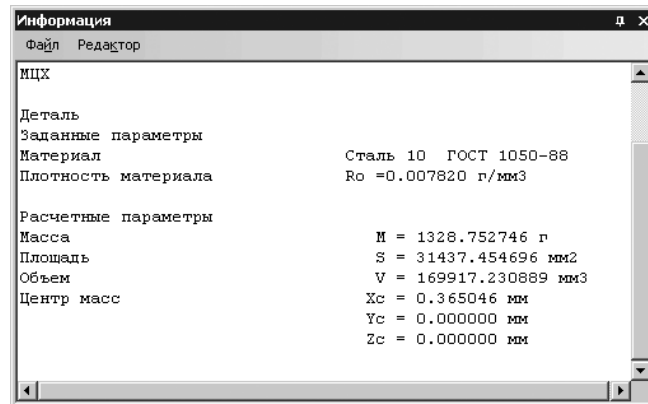

Рис. 4.75. МЦХ модели втулки
- щелкните по пункту **МЦХ модели** выпадающего меню. Появится окно результатов расчета **Информация**, показанное на рис. 4.75.